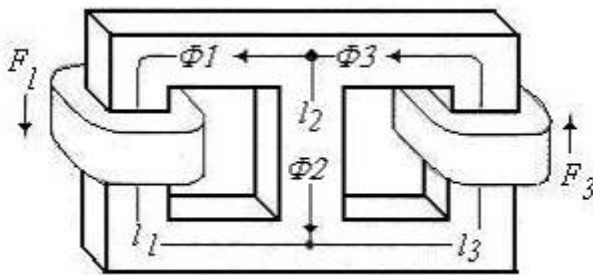

Fig. 8
9.-El circuito magnético paralelo de la Fig. 8 es de *silicio-acero* con la misma área de sección transversal en toda su extensión  $S = 1,30$  cm2. Las longitudes medias son  $l_1 = l_3 = 25$  cm,  $l_2 = 5$  cm. Las bobinas tienen 50 vts. cada una. Dado que  $\phi_1 = 90$   $\mu$ wb y  $\phi_3 = 120$   $\mu$ wb. Halle las corrientes de las bobinas.